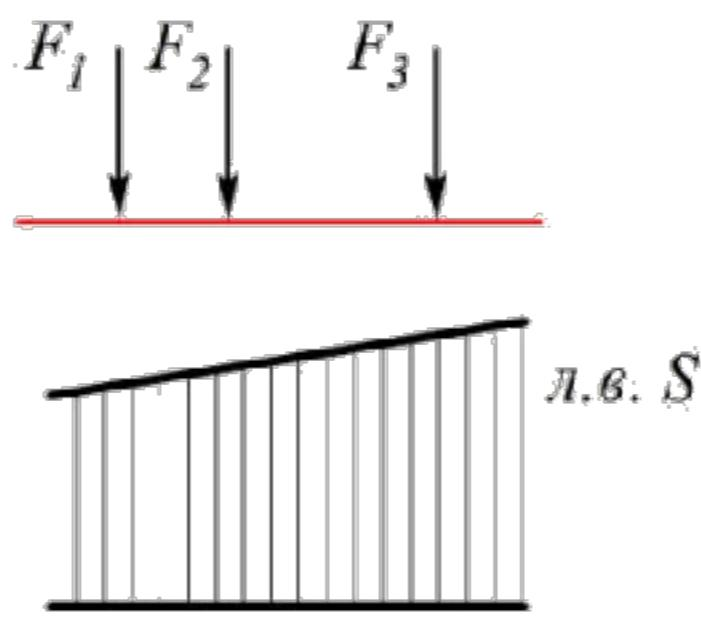

Рисунок 0.14
1. Влияние неподвижной цепочки сосредоточенных грузов (рис.0.14).
Применяя принцип независимости действия сил, можно выразить влияние всех сил, как сумму влияний каждой из них в отдельности. На рис.0.14 показан участок какой то линии влияния усилия S (это может быть опорная реакция, момент или поперечная сила).